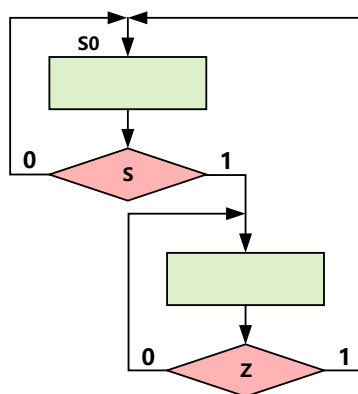

图 3 内容 2 的算法流程图
- 2、如果状态机采用 One hot 编码，我们经常采用下图所示的电路模块替换 ASM 图中的对应单元。请用此方法设计电路实现图 3 所示的 ASM 图，并在 Quartus 中仿真验证。